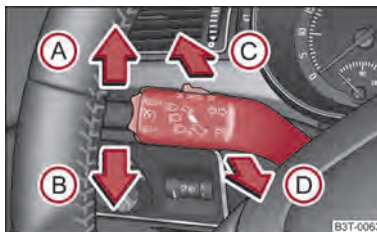

Abb. 40 Der Blinklicht- und Fernlichthebel
- Drücken Sie den Hebel nach oben Ⓐ bzw. nach unten ⇒ Abb. 40 Ⓑ.